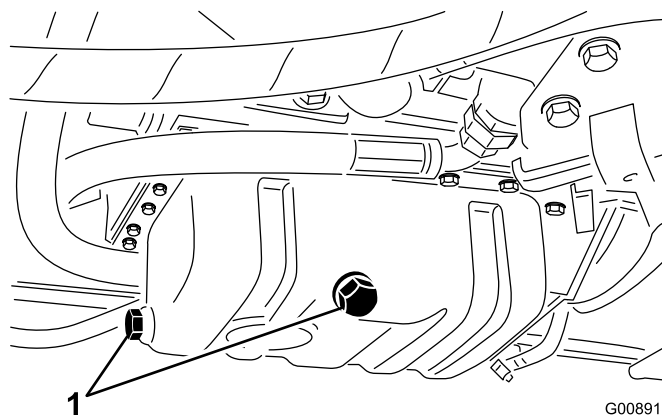

Figura 47
1. Retire o tampão de escoamento (Figura 47) e deixe o óleo escorrer para um recipiente adequado. Quando o óleo parar, volte a montar o tampão de escoamento.